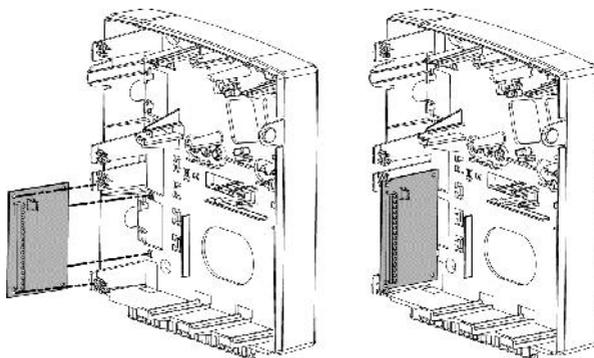

Figura 3-3: Ubicación del expansor de zona dentro de la caja LightSYS
4. Monte los módulos de expansión de salidas de utilidad en el gabinete del panel principal, en función de la disponibilidad de espacio o en un gabinete separado (véase la Figura 3-3).